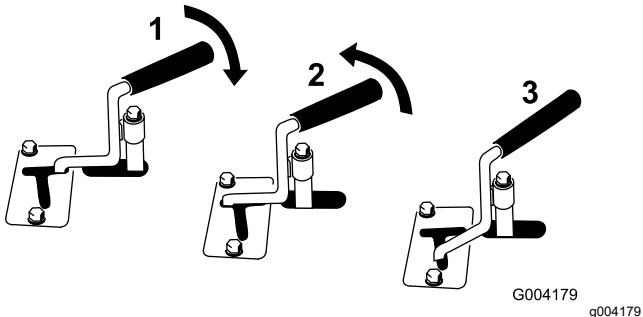

Bild 12
- Um ein hydraulisches Anbaugerät vorwärts zu bedienen, drehen Sie den Hilfshydraulikhebel nach hinten und ziehen ihn bis zum Anschlagbügel (Bild 12, Nummer 1).
- Um ein hydraulisches Anbaugerät rückwärts zu verwenden, drehen Sie den Hilfshydraulikhebel nach hinten und dann nach links in den oberen Schlitz (Bild 12, Nummer 2).
Hinweis: Wenn Sie den Hebel in der VORWÄRTS-Stellung loslassen, geht er automatisch in die NEUTRAL-Stellung zurück (Bild 12, Nummer 3).